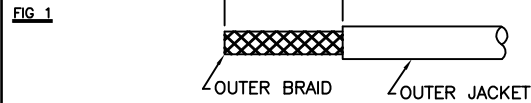

FIG 2
- COMB OUT BRAID, FOLD OVER JACKET AND TRIM CABLE TO DIMENSION SHOWN IN FIG 2.